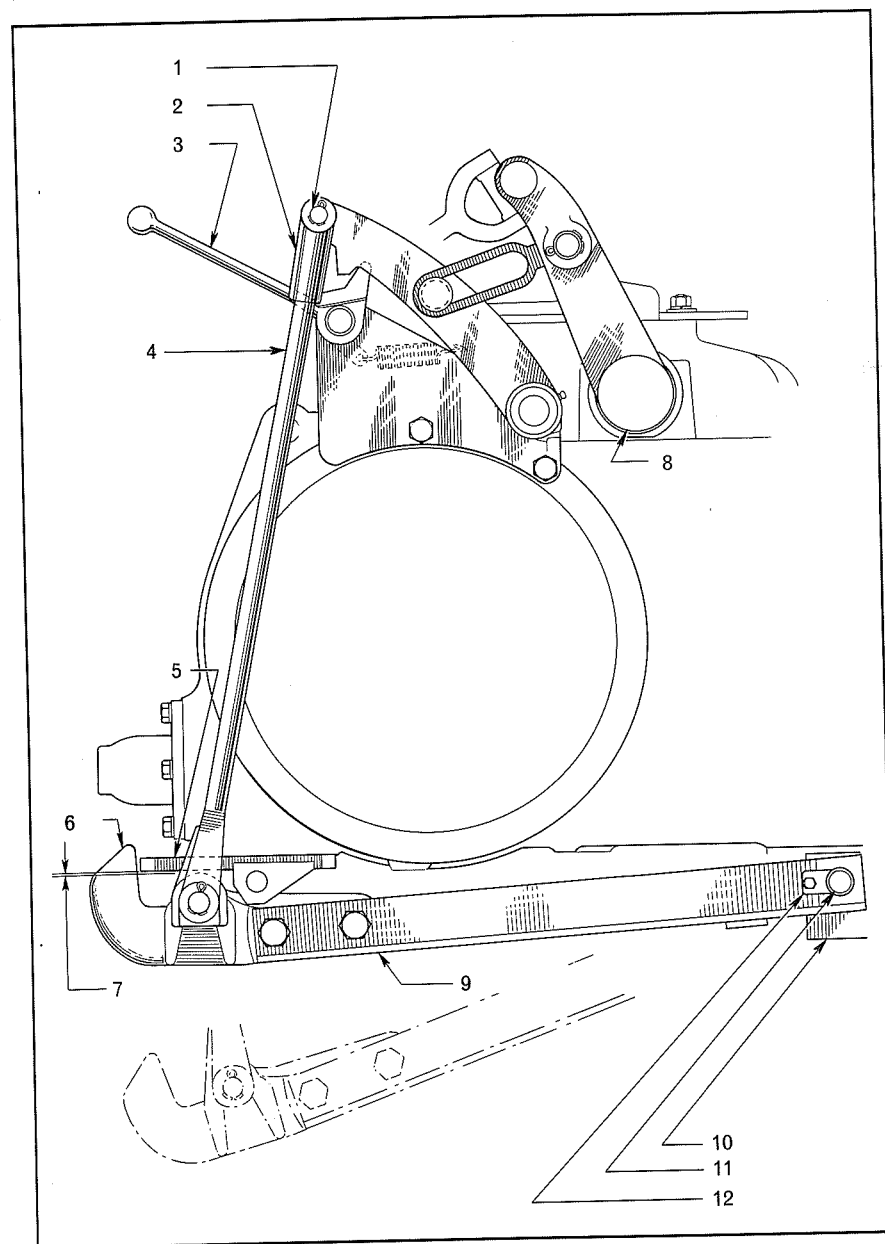

Figure 24f
N.B.: Il est important que la longueur des bras de levage du crochet soit ajustée avant l'emploi de ce dernier. Assurer un jeu libre de 0,3 mm entre la plaque de butée et le renflement de fonderie du crochet, lorsque les bras de levage du crochet sont amenés au plus haut de leur course (voir figure 24f).
Lorsque les bras du relevage hydraulique sont à la position dressée maximum, on doit toujours avoir un certain espace entre le bossage du centre du crochet et la face inférieure de la plaque de butée, figure 24f; il est recommandé que cet espace d'environ 0,8 mm soit vérifié après chaque période assez prolongée d'emploi du crochet. Si cet espace était nul ou
2. Enlever le boulon de plaque d'arrêt d'axe pivot de chassis, puis la rondelle et la plaque d'arrêt. Figure 24f.
4. Enlever les goupilles fendues de retenue d'axe supérieur de chape de bras de levage du crochet. Figure 24f.